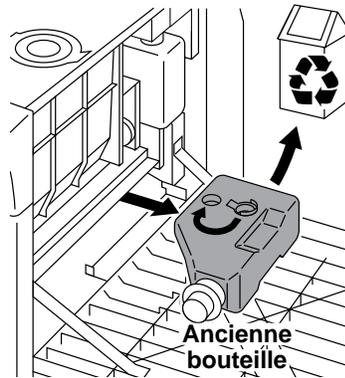

Figure 4-16 Retrait de la bouteille de récupération du révélateur
2. Retirez la bouteille de récupération du révélateur, comme illustré à la Figure 4-16.
3. Utilisez le bouchon stocké dans l'emplacement de rangement et fermez la bouteille, comme illustré à la Figure 4-16.